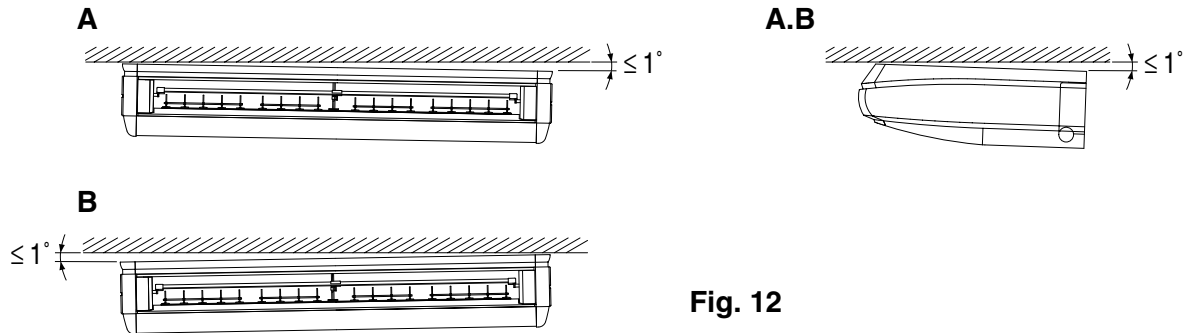

Fig. 12
(5) Lors de la suspension de l'unité intérieure, assurez-vous d'utiliser le niveau pour avoir une meilleure évacuation et l'installer horizontalement. Si cela est possible sur le lieu d'installation, installez également de manière à ce que le côté de la tuyauterie d'évacuation soit légèrement plus bas. (Reportez-vous à la Fig. 12)